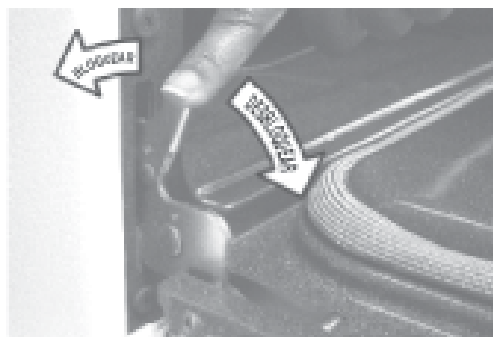

Figura 2
2. Tire de los seguros de ambas bisagras (izquierda y derecha) hacia abajo desde el marco del horno completamente hacia la puerta del horno (vea la figura 2). Es posible que necesite una herramienta como un destornillador pequeño de cabeza plana.
4. Empuje los seguros de las bisagras izquierda y derecha hacia arriba y hacia el interior del marco del horno (vea la figura 2) a su posición bloqueada.